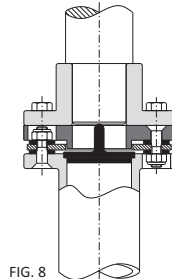

FIG. 8
- In caso di montaggio in verticale (FIG.8) lo spaziatore deve essere supportato in modo da evitare che il proprio peso gravi e danneggi il pacco lamellare.
- In case of vertical assembly (FIG.8) the spacer must be supported to avoid the weight preloading and damaging the disc pack.